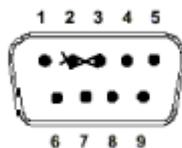

Figure K-1 Vue de l'extrémité du connecteur mâle du connecteur SC12
- (5) Répétez les étapes 1 à 5 pour la seconde RF416
- (6) Etiquetez la RF416 connectée au port COM du PC en tant que RF416 de « base »
- (7) Placez les 2 RF416 côte à côte avec les connecteurs d'antenne espacés de 30mm environ, le tout sur une surface non métallique (voir figure K-1)